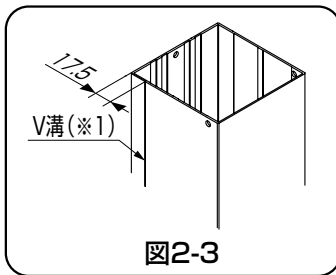

図2-3
- ①扉本体を外してください。
- ②門柱キャップを取り外してください。
- ③PM門柱吊元柱の門扉側のV溝にφ5.5の下穴をあけてください。(図2-3、図2-4参照)
- ④PM門柱用補強材を挿入し、【1-1】または【1-2】で補強材を取付けてください。